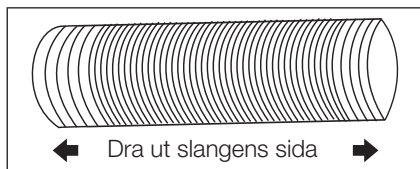
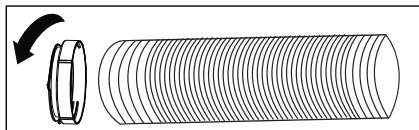

Fig. 4
Fig. 5
2. Dra ut en sida av slangen (Fig. 4) och skruva fast slangen på adapter a (Fig. 5).